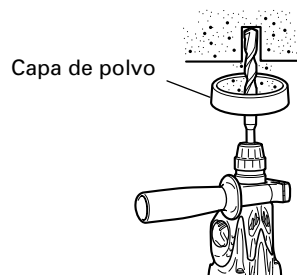
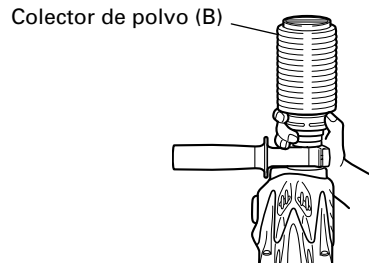

Fig. 4
Fig. 5
7. Cuando instale la copa de polvo o el lector de polvo (B) (Accesorios facultativos) (Fig. 4, Fig. 5)
Emplee la copa de polvo instalando la broca como se muestra en la Fig. 4. Cuando emplee una broca de gran diámetro, agrande el orificio central de la copa de polvo con este martillo perforador.
- Instalaci3n del colector de polvo (B)
Para emplear el colector de polvo (B), Insértelo desde la punta de la broca alineándolo con la ranura de la empuņadura (Fig. 5).